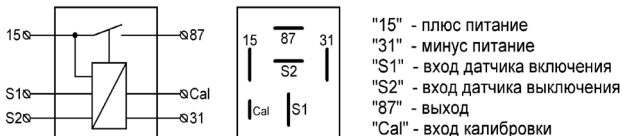

Рис.1
1.1 Подключить датчики в соответствии со схемой рис.1. При использовании одного датчика - замкнуть контакты "S1" и "S2".